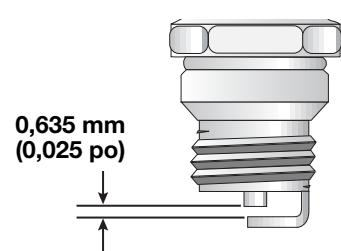

Fig. 31
- Remplacez toute bougie fendillée, encrassée ou sale. Réglez l'écartement à **0,635 mm (0,025 po)** à l'aide d'une jauge d'épaisseur (Fig. 31).